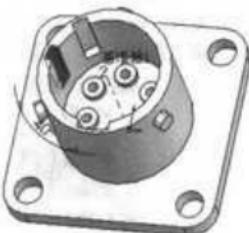

图 11-35 创建第三个定位缺口
(8) 单击特征工具栏中的 \diamond （圆周阵列）工具，显示“阵列(圆周3)”属性管理器。激活“阵列轴”选项框，并在图形区域选择“基准轴1”；在“实例数”文本框中输入3；在“角度”文本框中输入40°；激活“要阵列的特征”选项框，并在图形区域选择第二个定位缺口。单击 \checkmark （确定）按钮，生成第三个定位缺口，如图11-35所示。